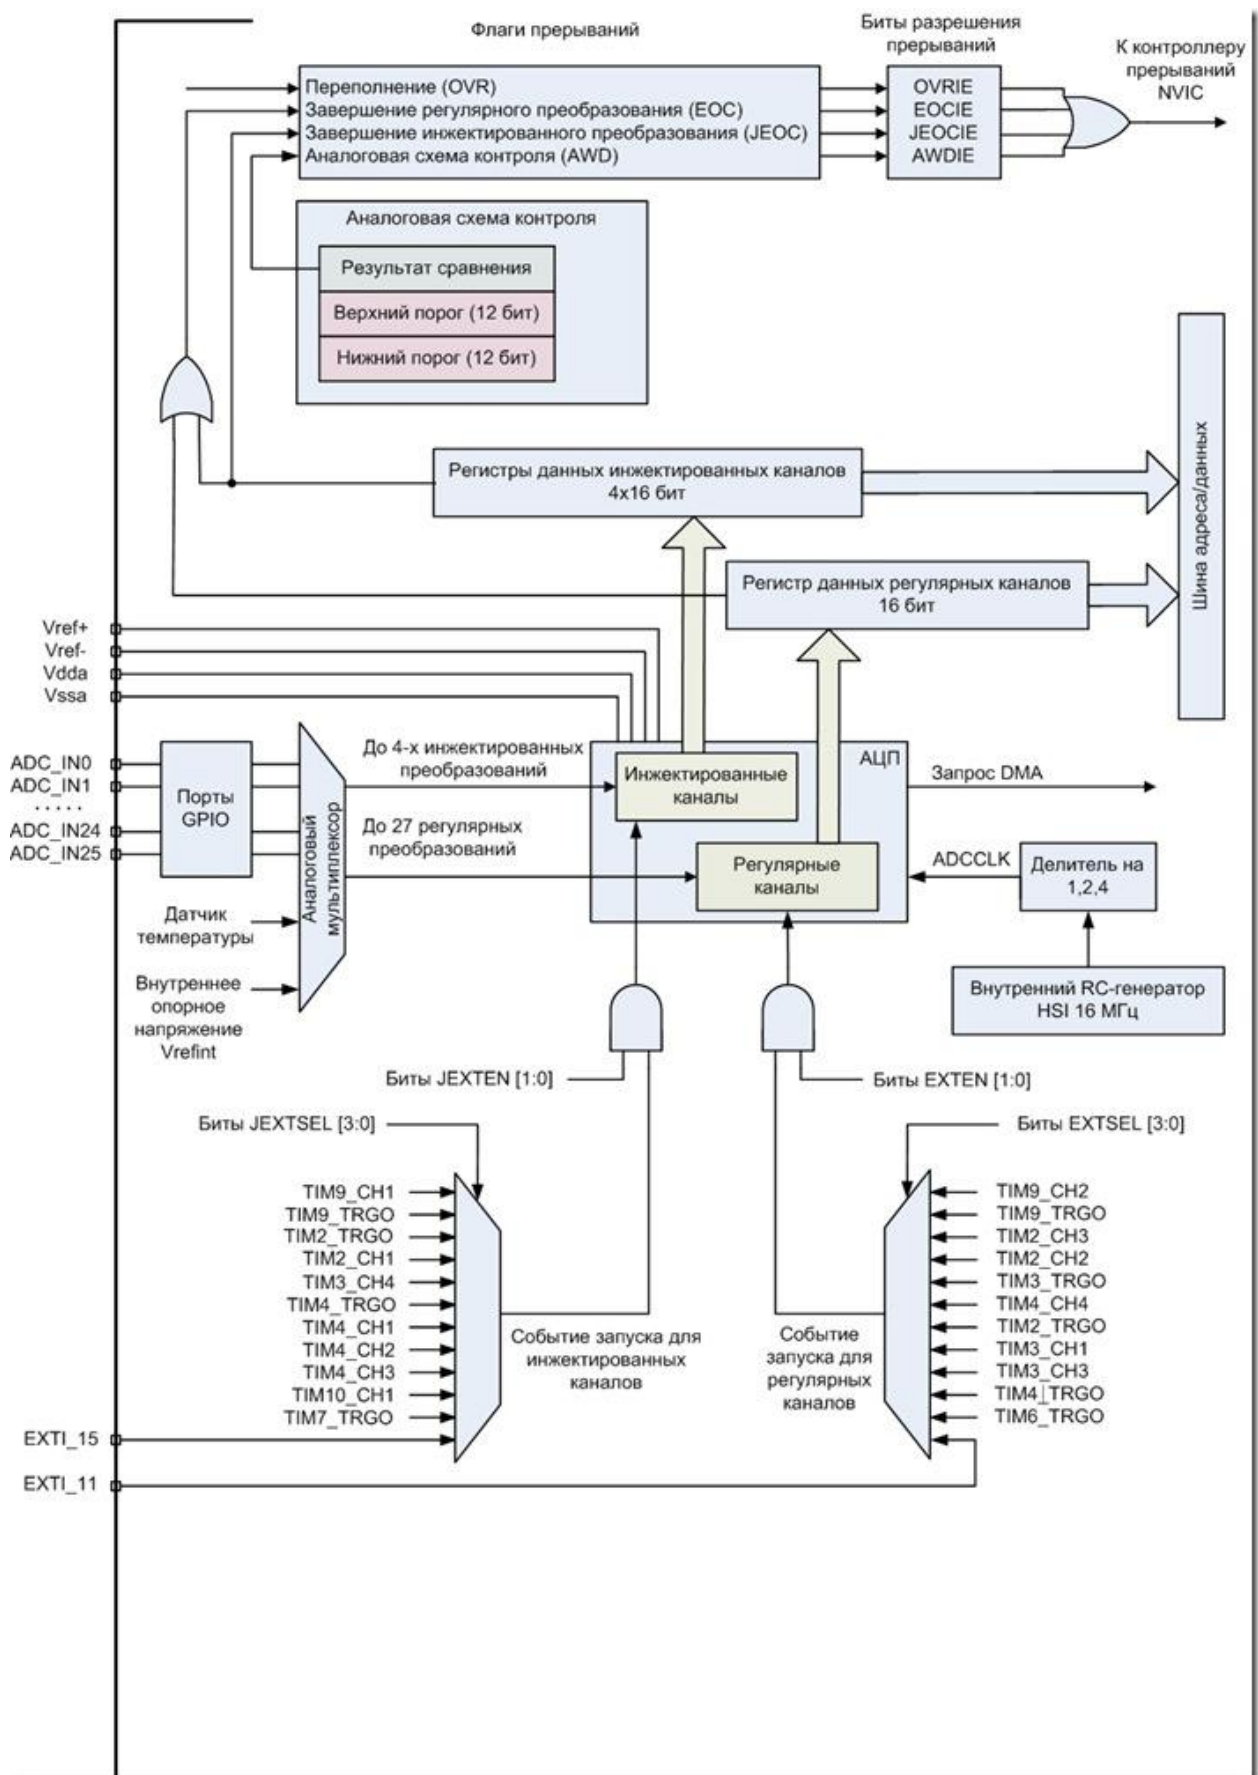

Рис. 1.
1. Аналого-цифровой преобразователь (АЦП) разделен на две части: для регулярных и инжектированных каналов. Тактирование АЦП может быть только от внутренней RC-генератор HSI. Частота внутреннего генератора равна 16 МГц. Эту частоту можно поделить на 2 или на 4. Следовательно, частота преобразования может быть установить равной 4, 8 или 16 МГц. Аналоговые величины поступают в преобразователь либо с внешних входов (для этого они должны быть сконфигурированы на работу в аналоговом режиме), либо от двух внутренних источников. Внутренние источники для АЦП – это температурный датчик и внутреннее опорное напряжение. С помощью температурного датчика можно измерить внутреннюю температуру чипа. Подключаются они к следующим каналам: термодатчик – входной канал 16, источник внутреннего опорного напряжения – входной канал 17. Из блок-схемы на Рис. 1. видно, что входных каналов может быть до 26. Два канала подключены к внутренним источникам (термодатчик и Vref – внутреннее опорное напряжение). Количество внешних каналов в зависимости от типа МК: